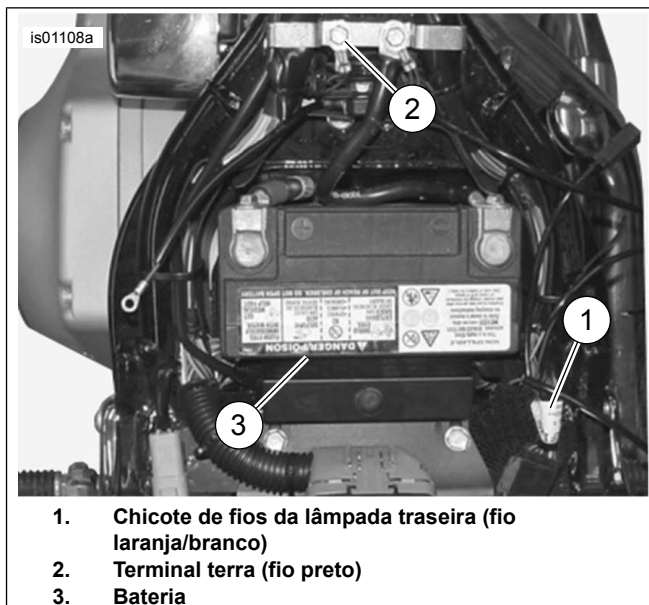

Figura 2. Conexões do terra e energia (modelos Softail)
4. Veja Figura 2. Instale o terminal de anel sobre as roscas do parafuso de aterramento. Aperte o parafuso de aterramento no quadro (2) e fixe conforme a especificação de torque do Manual de serviço.
1. Consulte Figura 2. Abra cuidadosamente uma área da proteção do chicote de fios da lâmpada traseira (1) em um ponto acessível sob o assento e corte o fio laranja/branco.